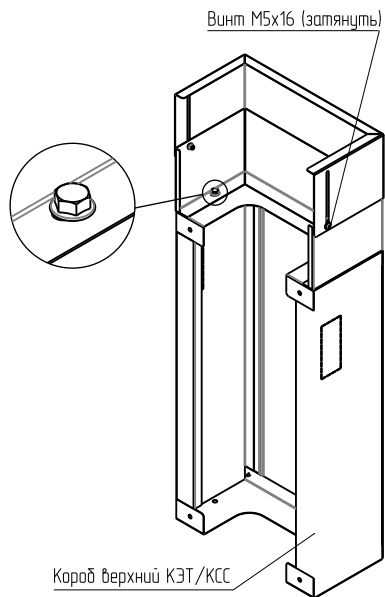

Рисунок 4
4.2 Установите компенсатор высоты на короб верхний КЭТ. Закрепите с помощью двух болтов фланцевых М6×14 и четырёх гаек М6 с фланцем (рисунок 4). Болтовое соединение согласно приложению 1.
4.3 Поднимите компенсатор высоты вверх до соприкосновения с поверхностью потолка и затяните винты М5×16 (рисунок 4).